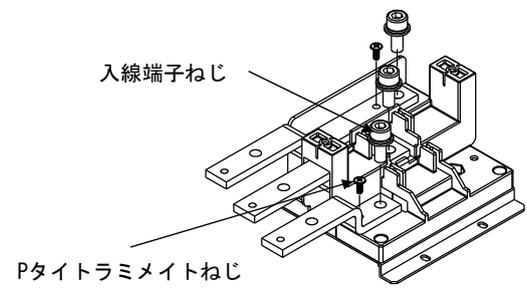

図7
- ③R・T相の端子バーを付属のPタイトラミメイトねじでバーホルダに固定してください。(図7)